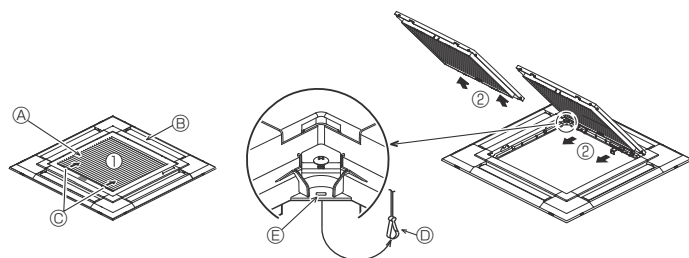
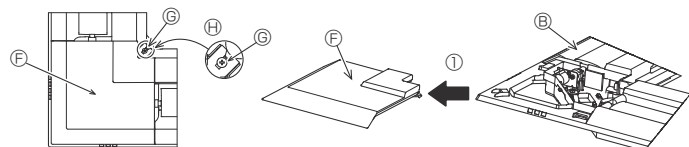

Fig. 9-3
Fig. 9-4
9.2.1. Demontaż kratki wlotowej (Fig. 9-3)
- Przesunąć dźwignię w kierunku wskazanym przez strzałkę ①, aby otworzyć kratkę wlotową.
- Gdy kratka wlotowa jest w pozycji otwartej, należy usunąć zawias kratki wlotowej z kratki w sposób pokazany przez strzałki ②.
9.2.2. Demontaż panelu narożnego (Fig. 9-4)
- Odkręcić 4 śruby na narożniku. Przesunąć panel narożny w kierunku wskazywanym przez strzałkę ① na rysunku, aby go zdemontować.
[Fig. 9-3] [Fig. 9-4]